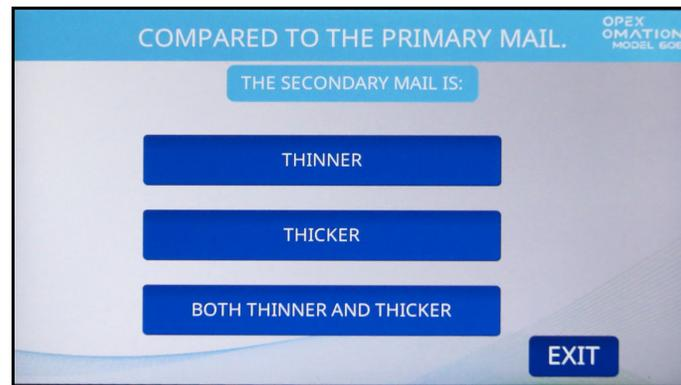

図 6-20 : 厚さ比較画面
4. 厚さでソートする場合、プライマリーメールと比較してセカンダリーメールを次の場合を選択します (図 6-20)。